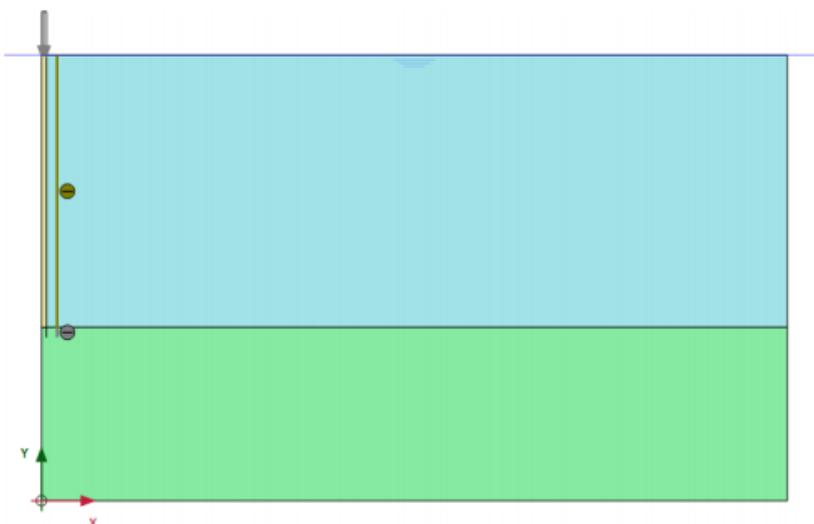

图 6 分步施工模式阶段 1 几何模型
- 激活界面。在分步施工模式中阶段 1 的模型如图 6 所示。